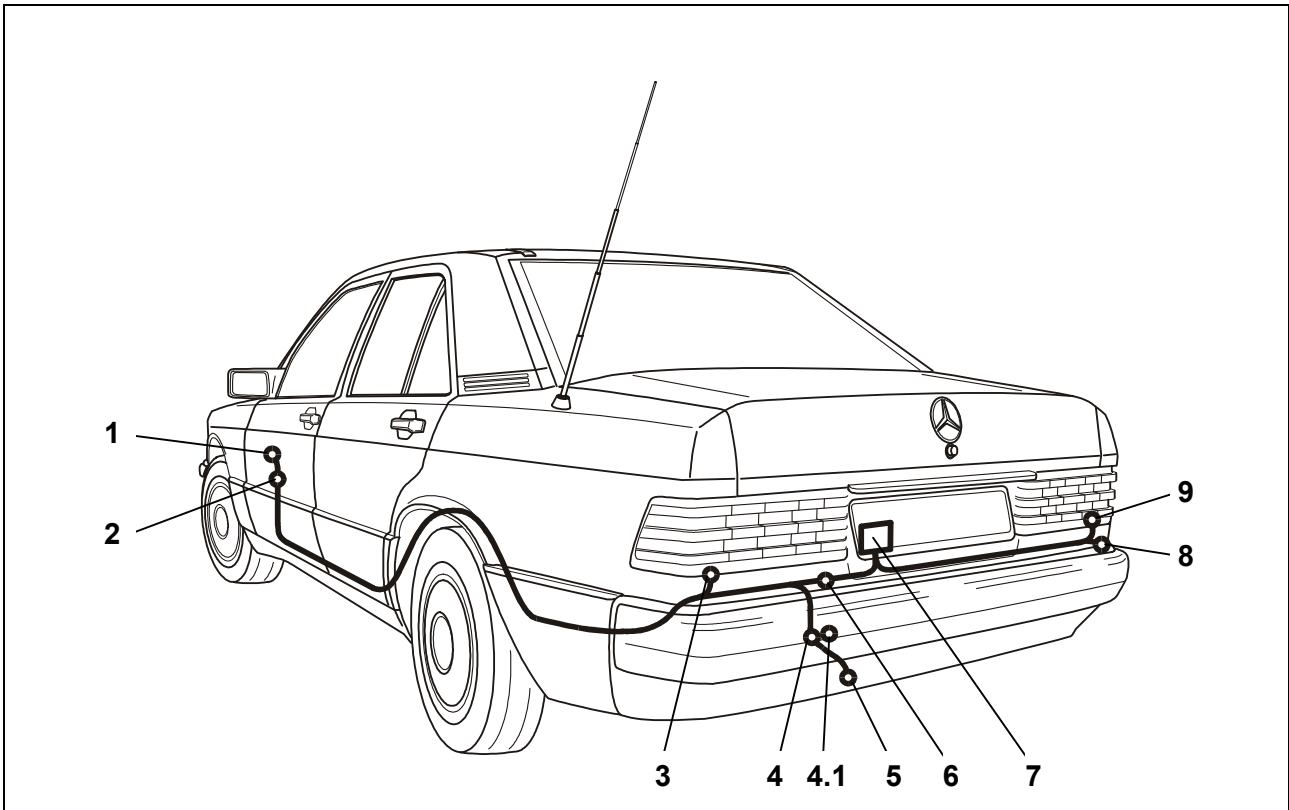

Abb. 1: Einbauübersicht
4. In der Reserveradmulde an geeigneter Stelle (Abb. 1/4) ein 19 mm Loch für die Kabel-Durchführung einbringen.
5. Das Steckdosenende des Leitungsstranges durch die Kabel-Durchführung (Abb. 1/4), ausgehend vom Kofferraum, nach außen zum Steckdosenhalteblech (Abb. 1/5) verlegen.
6. Die Gummitülle in die Kabel-Durchführung (Abb. 1/4) einsetzen.
7. In der Reserveradmulde an geeigneter Stelle (Abb. 1/4.1) ein zusätzliches 8 mm Loch für die Kabel-Durchführung des 13-poligen Leistungssatzes einbringen.
8. Das Steckdosenende des Leitungsstranges durch die Kabel-Durchführung (Abb. 1/4.1), ausgehend vom Kofferraum, nach außen zum Steckdosenhalteblech (Abb. 1/5) verlegen.
9. Die Gummitülle in die Kabel-Durchführung (Abb. 1/4.1) einsetzen.
10. Steckdosendichtung aufziehen und den Leitungsstrang gemäß der *Steckdosenbelegung* am Steckdosengehäuse (Abb. 1/5) anschließen und die Gummidichtung an die Steckdose heranschieben.
11. Die Steckdose mit den beiliegenden Schrauben und Muttern am Halteblech (Abb. 1/5) festschrauben.